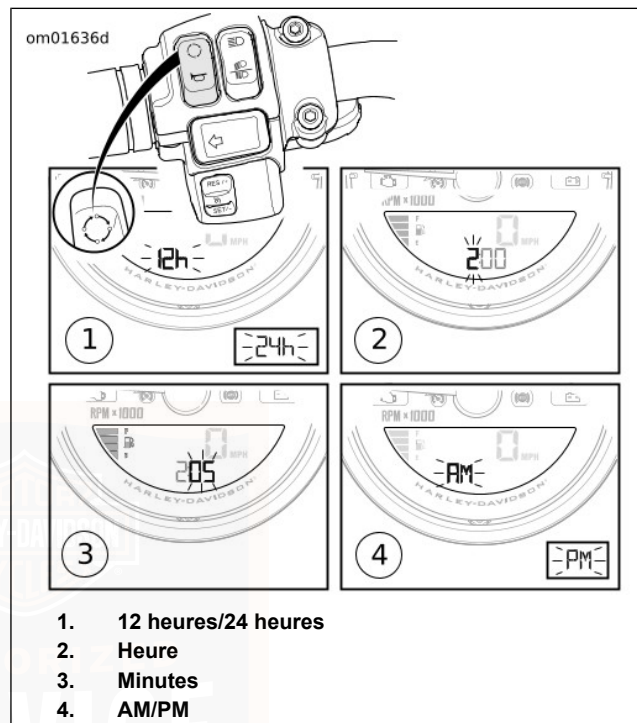

Figure 16. Réglage de l'heure
3. **12 heures/24 heures** : Voir Figure 16. Maintenir enfoncé le bouton du compteur de trajet jusqu'à ce que 12HR (1) commence à clignoter. Appuyer sur le bouton du compteur de trajet pour sélectionner entre 12HR et 24HR (style européen).
4. **Heure** : Maintenir enfoncé le bouton du compteur de trajet (2) jusqu'à ce que l'affichage des heures clignote. Appuyer plusieurs fois sur le bouton du compteur de trajet pour faire avancer l'horloge à l'heure correcte.
5. **Minutes** : Maintenir enfoncé le bouton du compteur de trajet jusqu'à ce que l'affichage des minutes (3) clignote. Appuyer plusieurs fois sur le bouton du compteur de trajet pour faire avancer l'horloge à la minute correcte.
6. **AM/PM** : Maintenir enfoncé le bouton du compteur de trajet (4) jusqu'à ce que l'indication AM commence à clignoter (si le réglage de 12HR a été sélectionné). Appuyer sur le bouton du compteur de trajet pour sélectionner AM (matin) ou PM (après-midi).